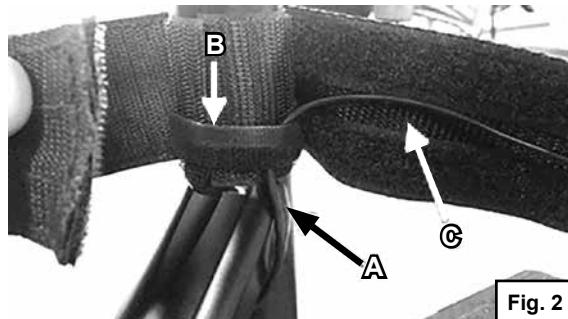

Fig. 2
8. Führen Sie die Kabel der LED-Beleuchtung (A) am Rahmen entlang zum Wadenband hin. Befestigen Sie die Kabel mit dem Klettverschluss (B) unter dem Wadenband am Rahmen (Fig. 2)
9. Führen Sie die Kabel durch die Aussparung im Klettverschluss (C) an der Rückseite des Wadengurts zur Mitte des Wadenbands hin (Fig. 2).